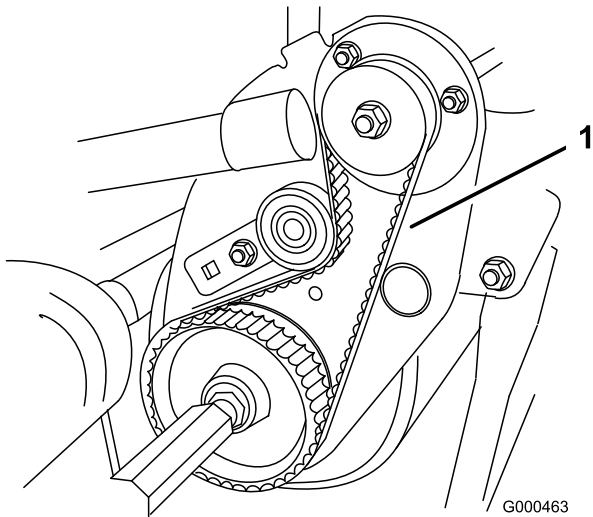

Bild 39
2. Prüfen Sie die Spannung des Riemens (Bild 39). Wenden Sie eine Kraft von $2 \pm 0,5$ kg in der Mitte der Scheiben an. Die